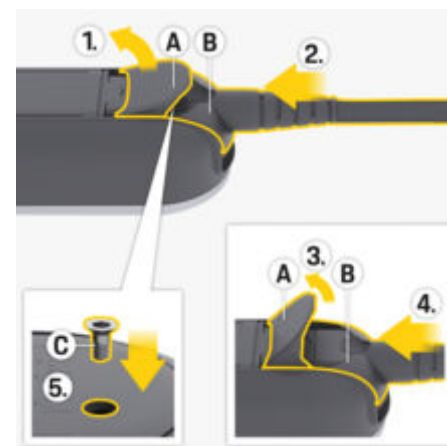

Fig. 14: Ligar o cabo de alimentação e a ficha
1. Abra a tampa **A** (Fig. 14) até cerca de 15 graus (apenas até que a ficha **B** (Fig. 14) encaixe na unidade de comando).
2. Introduza a ficha **B** (Fig. 14) na unidade de comando até sentir resistência.
3. Abra completamente a tampa **A** (Fig. 14).
4. Empurre a ficha **B** (Fig. 14) completamente para dentro.
5. Feche completamente a tampa **A** (Fig. 14) e aperte com o parafuso **C** (Fig. 14).